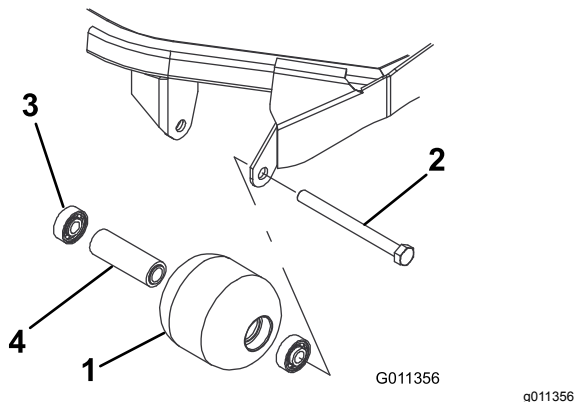

Figure 63
1. Retirez le boulon de fixation du galet (Figure 63).
1. Enfoncez le premier roulement dans le logement à la presse (Figure 63). Exercez la pression uniquement sur la bague extérieure ou uniformément sur les bagues intérieure et extérieure.
2. Insérez l'entretoise (Figure 63).
3. Enfoncez le second roulement dans le logement à la presse (Figure 63). Exercez une pression uniforme sur les bagues intérieure et extérieure jusqu'à ce que la bague intérieure rencontre la douille d'écartement.